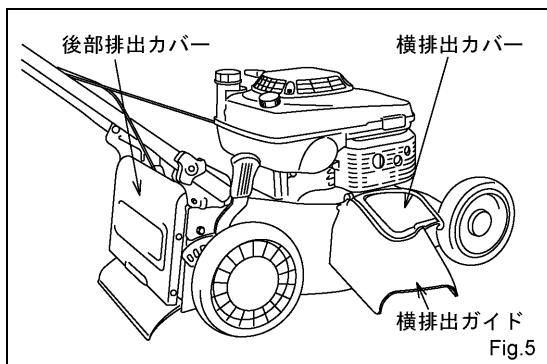
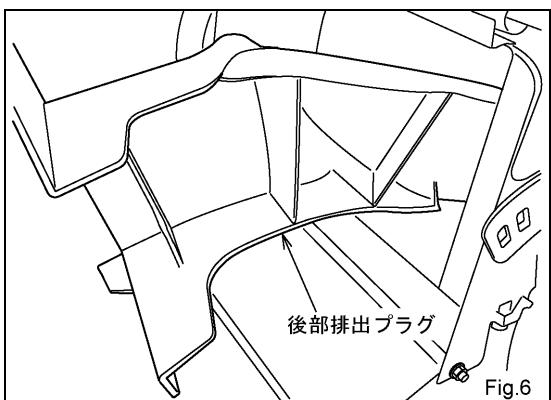

Fig.5
Fig.6
- ② 後部排出カバーは必ず閉じておいて下さい。(Fig.5)
- ③ 後方排出プラグが装着されていることをご確認下さい。
- ④ 後方排出プラグを装着する場合は以下の要領で行って下さい。
- ・ 後部排出カバーを開け、後部排出プラグを Fig.6 の方向に向けて排出口に差し込みます。